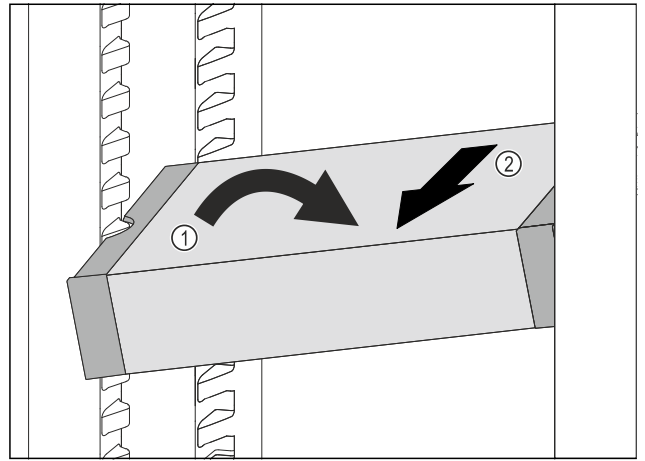

Fig. 177
- Aseta VarioSafe-vetolaatikko vinossa jääkaappiosassa. Fig. 177 (1)
- Poista VarioSafe-vetolaatikko etukautta. Fig. 177 (2)